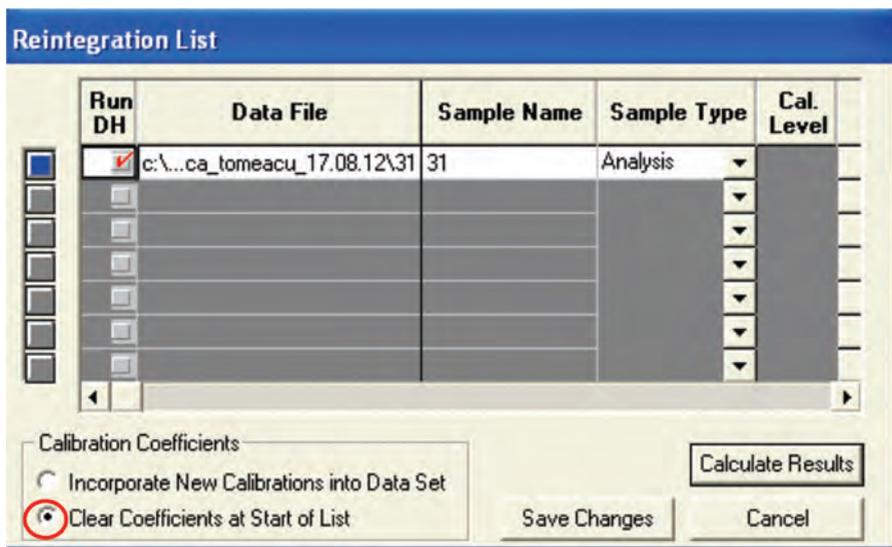

Figura 40. Procedimentos para efetivar as alterações feitas nos parâmetros de análise.
- **Iterative Graphic** → clicar em **Edit Method** → acesso às janelas da seção **Data Handling** do Método analítico. Depois de alterar qualquer parâmetro de análise, clicar em **Results** e ir em **Reintegration List**, selecionar a opção **Clear Coefficients At Start Of List** → **Calculate Results Save Changes** (Figura 40) ou **Reintegrate Now** (f) (modificação de apenas um cromatograma).